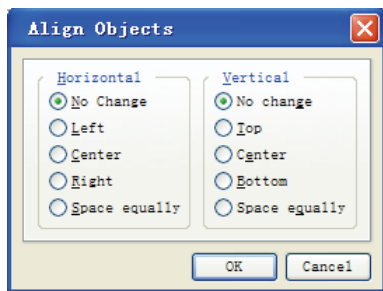

图 11-18 排列对话框
(4) 执行【Align】命令。按照不同的对齐方式排列选取元件,其排列对话框如图 11-18 所示。
在图 11-18 中,排列元件的方式分为水平和垂直两种方式,即水平方向上的对齐和垂直方向的对齐,两种方式可以单独使用,也可以复合使用,用户可以根据需要任意配置。排列命令是排列元件中相当重要的命令,使用的方法与原理图编辑中元器件的排列方法类似。用户应反复练习,才能更好地掌握其使用方法。